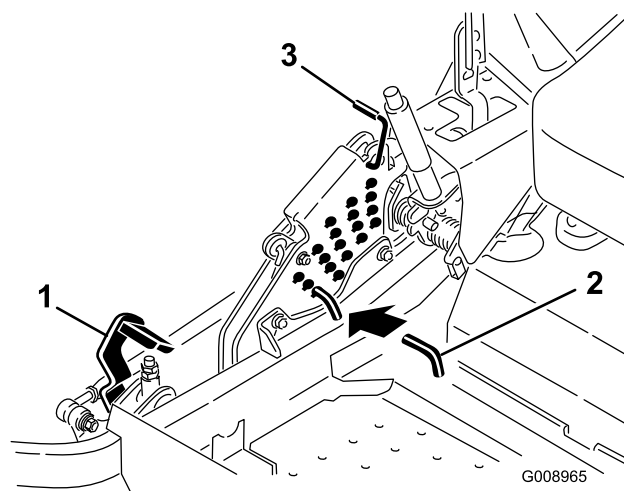

Figure 83
5. Enfoncez la pédale de relevage du plateau de coupe au maximum pour verrouiller le plateau à la position de transport de 14 cm (Figure 83).